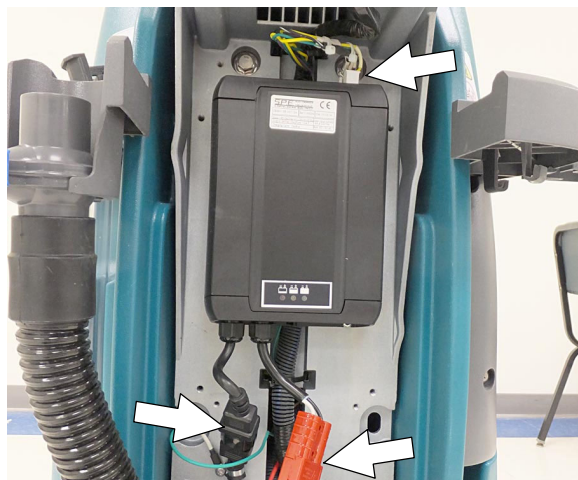

ABB. 117
4. Trennen Sie das Batteriekabel, Netzkabel und den Kabelbaum vom Ladegerät. Entfernen Sie mit einem sternförmigen T25- Schraubendreher die vier Schrauben, mit denen das Ladegerät an der Maschine befestigt ist (Abbildung 117). Entfernen Sie das Ladegerät von der Maschine.